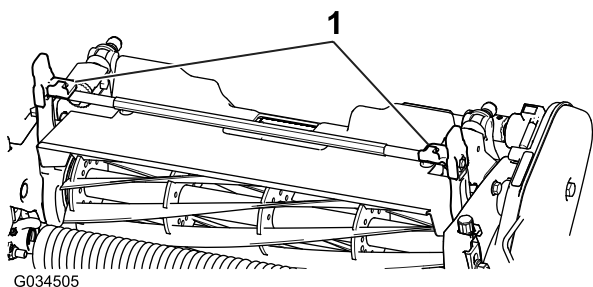
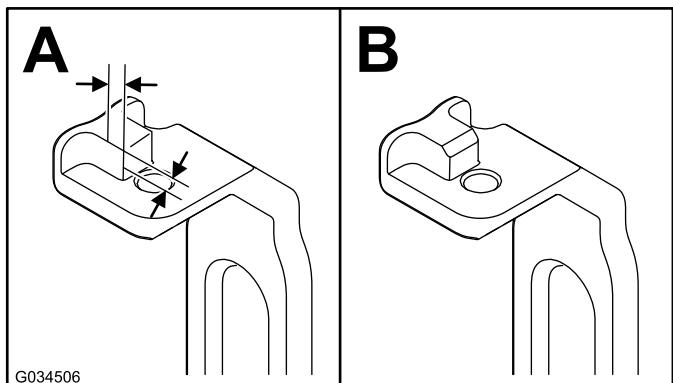

Figura 3
Figura 4
2. En ambos brazos de inclinación (Figura 3), mida 2 mm en una de las pestañas y lime la esquina, tal y como se muestra en la Figura 4.